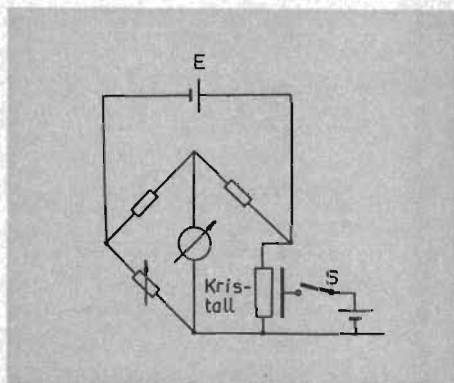

Fig 1
Typiskt återgångsförlopp för resistansändringen ΔR hos kristallen i fig. 1. Tidsskalan beror bl.a. på materialet (germanium eller kisel) och oxidens tjocklek.
hos en halvledarkristall samtidigt som man lägger ett elektriskt fält vinkelrätt mot strömmens riktning, fig. 1. Vad man iaktar är känt som *fälteffekten*: när man sluter kontakten S, ändras kristallens ledningsförmåga omedelbart, men ändringen blir inte bestående. Resistansen löper tillbaka till sitt ursprungliga värde.
Själv tycker jag, att fälteffekten är fascinerande. Hade jag en experimentkoppling som den i fig. 1, skulle jag sitta och trycka på knappen S hela dagarna. Det mest intressanta är att tjock oxid (pålagd genom uppvärmning av kristallen till hög temperatur) ytterst ogärna tycks sluka laddningsbärare. För riktigt tjock kisel-dioxid har man över huvud taget inte märkt någon långsam återgång av resistansen i riktning mot ursprungsvärdet, fast man väntat i månader! Liknande iakttagelser har gjorts på oxiderade germaniumkristaller (1) (2).¹ Detta tolkar man så, att laddningar bara kan hålla till på själva ytan och inte inne i oxiden. Ju tjockare oxiden är, dess svårare är det för laddningarna att ta sig ut till ytan.
Hade kristallen i fig. 1 varit av p-typ i stället för n-typ, skulle fälteffekten ha sett sig något annorlunda. Det är inte lätt att säga om kristallens ledningsförmåga skulle ha ökat eller minskat. Ett svagt fält, som driver bort hålen från ytan, minskar ledningsförmågan, men om fältet är tillräckligt starkt och kristallen inte alltför hårt dopad samlas i stället elektroner vid ytan, och ledningsförmågan går upp (inversion). Om man varierar fältstyrkan snabbt (exempelvis genom att ersätta likspänningen E med en växelspanning) och tittar på ledningsförmågan med ett oscilloskop, så ser man hur den passerar genom ett minimum. Detta ger oss ett bra tips om hur man kan bestämma ledningstypen (n eller p) hos halvledarmaterialet intill oxidövergången.